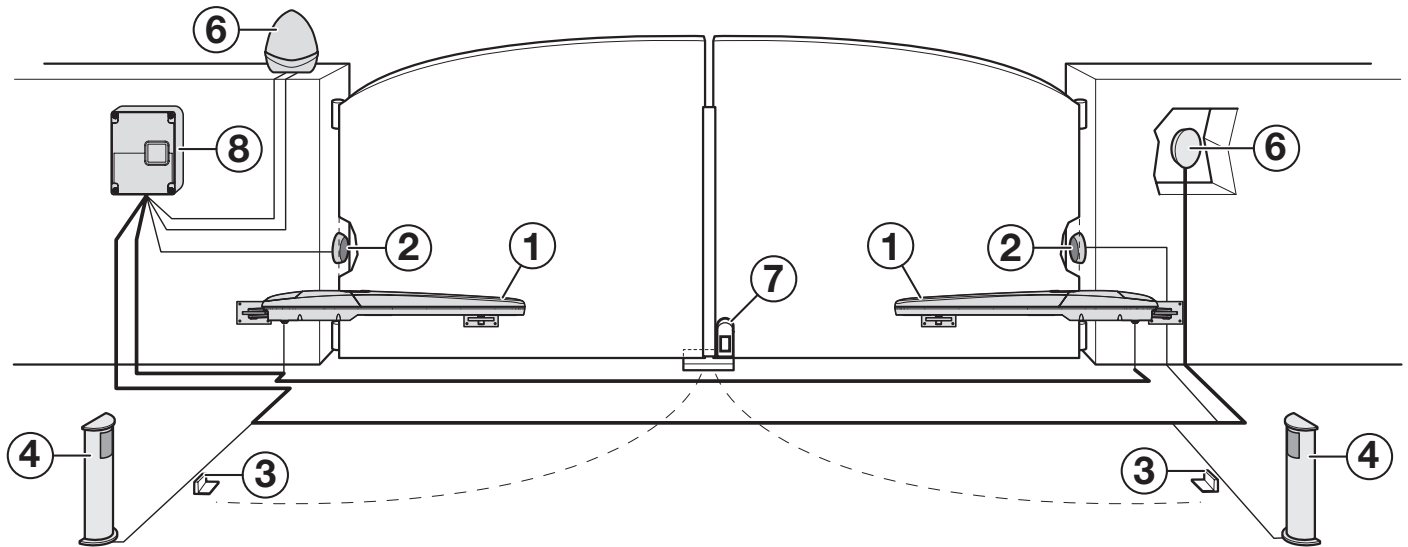

Abb. 1
**Abb. 1** zeigt alle in der Verpackung enthaltenen Bauteile (je nach gewähltem Modell):
**Abb. 1** zeigt ein Beispiel für Automatisierungsanlage mit den Komponenten von King-Gates. Diese Komponenten sind gemäß einem typischen und üblichen Schema angeordnet. Nehmen Sie auf **Abb. 1** Bezug und legen Sie das geeignetste Verbindungsschema sowie die Positionen fest, in denen die einzelnen Komponenten der Anlage installiert werden sollen.